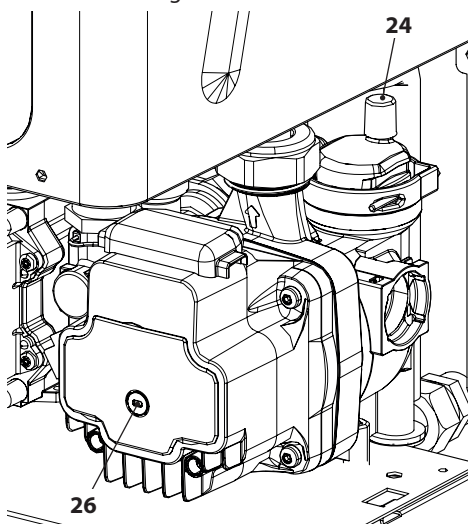

Figura 6.3
- Svitare il tappo della valvola di sfato automatica 24 in Figura 6.3.
- Togliere il tappo 26 in Figura 6.3 e sbloccare la pompa ruotando il rotore con un cacciavite.